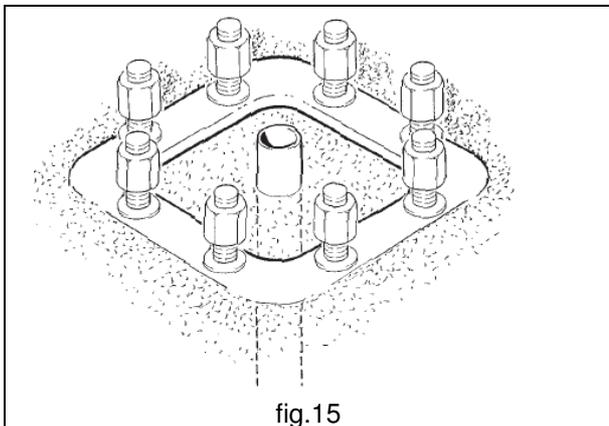

fig.15
4. Predisporre, quando previsto, l'inserimento nel plinto di un tubo adatto al passaggio del cavo elettrico che dovrà alimentare la gru a bandiera (fig.15).